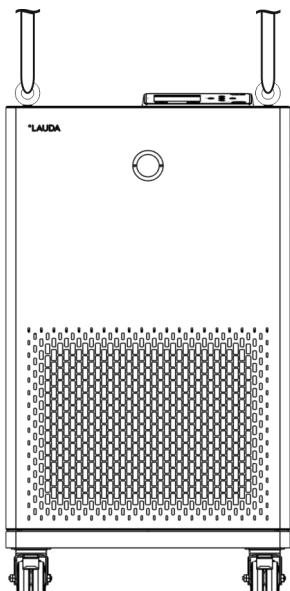

Fig. 4: Soulever l'appareil
8. **Figure 4 :** Visser les anneaux de manutention dans les filetages ⑧ (M10 ou M16) situés sur la face supérieure du boîtier. Pour cela, les tourner dans le sens horaire.